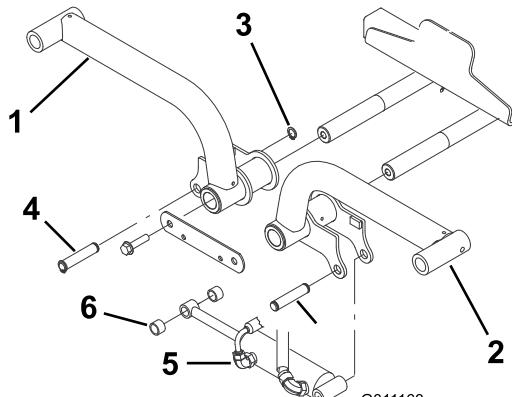

図 12
4. 左右の昇降アームをそれぞれピボット・シャフト (図 12) に差し込み、保管しておいたピボット・シャフト・リンクとキャップスクリュを取り付けて固定する。